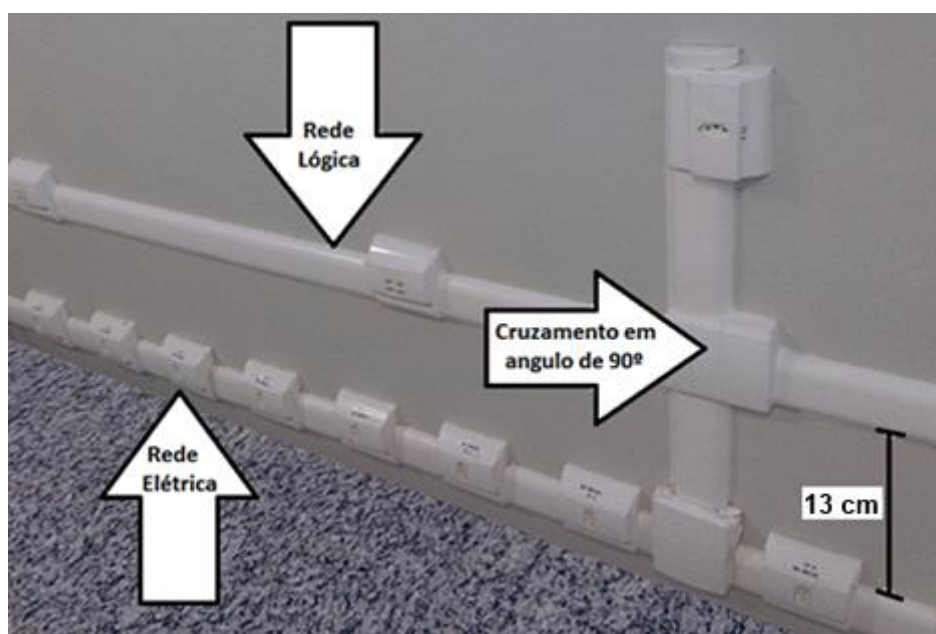

Figura 2 - Distância mínima entre canaletas plásticas;
- No caso de utilização de canaletas ou dutos de material plástico, os cabos de rede UTP devem obrigatoriamente ser lançados em estruturas separadas e exclusivas, com distância de separação mínima de 13 cm, utilizando-se como base de medição o lado exterior mais próximo entre as duas canaletas/dutos (Figura 2);